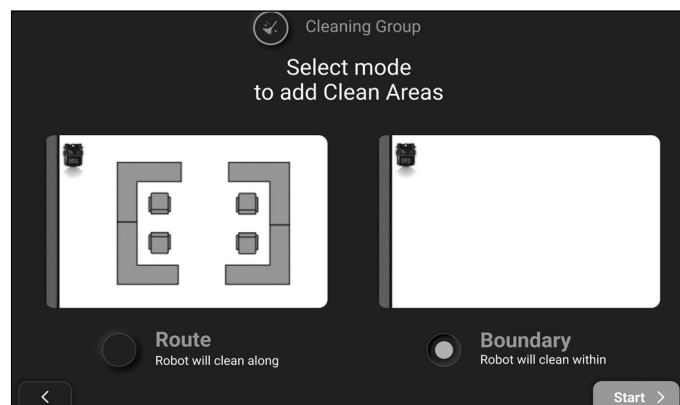

Figure 32
12. Pour créer une zone de nettoyage, sélectionnez itinéraire ou limite (**Fig. 32**). L'itinéraire est utile pour nettoyer des zones avec de gros obstacles, et la limite est utile pour nettoyer de grandes surfaces. Appuyez sur « Démarrer » après avoir sélectionné le mode d'ajout de zones de nettoyage.